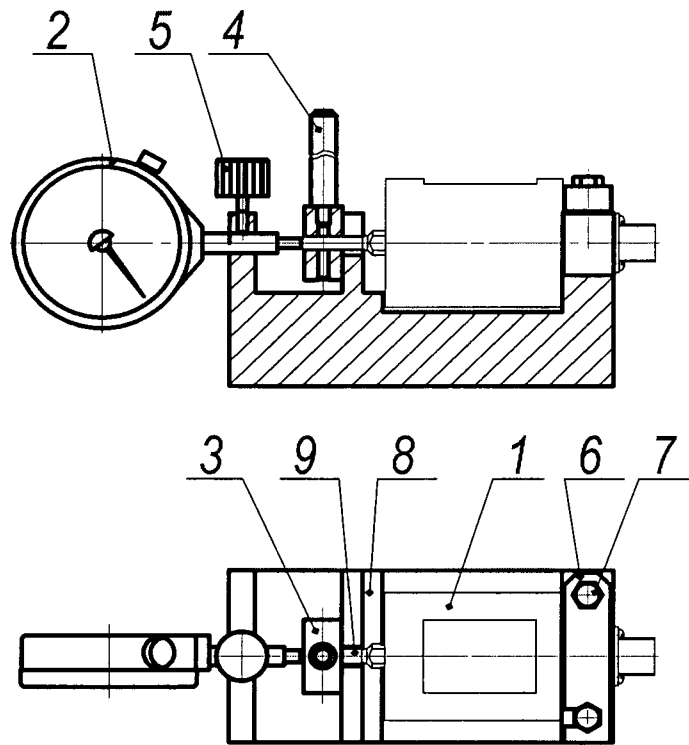

Рис. 21 – Установка ДД АМЦ3.259.003 – 01 в приспособлении АМЦ6.392.006 для задания деформации
4.5.2 Произвести установку ДД АМЦ3.259.003 – 01 (далее – ДД) (подключенного к измерительному каналу А1) в приспособление для задания деформации АМЦ6.392.006 (далее - приспособление) следующим образом (рис.21):
4.5.8 Задать деформацию 0 млн^{-1} (0 мкм). (деформация задается последовательно вращением ручки (поз. 4) приспособления) рис.21.